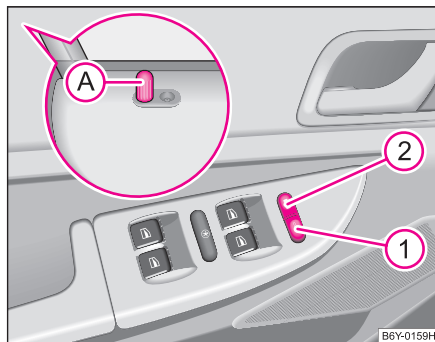

Fig. 23 Tastele închiderii centralizate
La descuiere și la încuiere, butonul de siguranță (A) din ușă se deplasează în sus sau în jos ⇒ pagina 44, fig. 23.
- de la butoanele de siguranță din ușile din față (A) ⇒ pagina 44, fig. 23 (numai încuiere),
Dacă mecanismul de siguranță a fost dezactivat, lampa de control de lângă butonul de siguranță  din ușa conducătorului nu va clipi ⇒ **pagina 44, fig. 23**. Acest lucru nu este totuși valabil dacă instalația de avertizare antifurt* este activă, deoarece lampa de control va indica faptul că instalația este activată.
- Apăsați tasta ① ⇒ fig. 23 sau apăsați butonul de siguranță A din ușa din față, în jos.
- Apăsați tasta ② ⇒ fig. 23.
- În imagine ⇒ fig. 23 este prezentată utilizarea autovehiculelor echipate cu funcție confort pentru geamuri* ⇒ pagina 50. ■